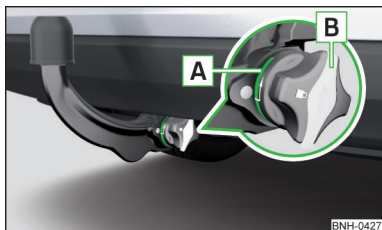

Fig. 117
**Tija de cuplă sferică fixată în mod corespunzător » fig. 117**